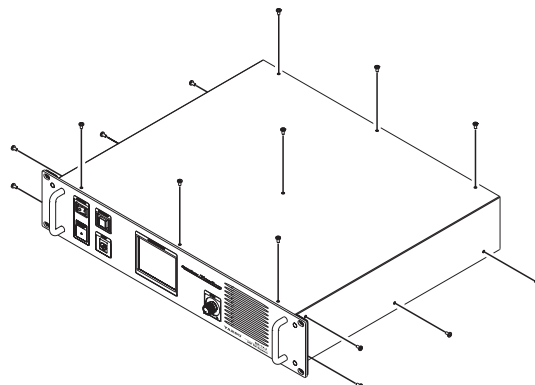

図1
3. 上面カバーのねじ（15本）を外して、カバーを外します（図1）。